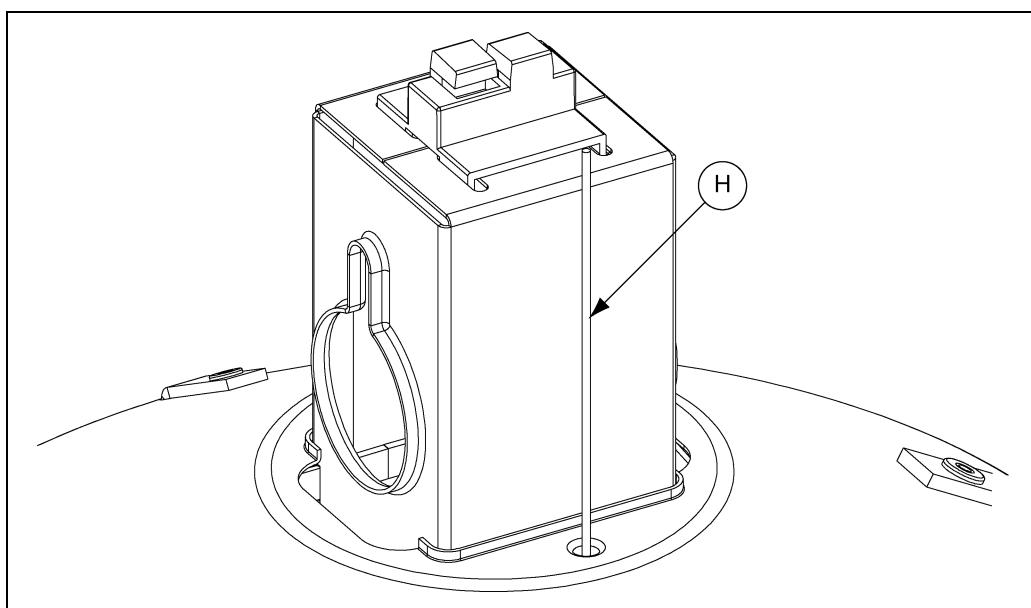

Рисунок 4M
8. Пропустите (H) трос через отверстие в экране. (см. рисунок 4M.)